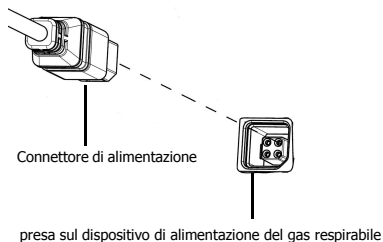

Fig. 2
- (1) Disimballare ed estrarre il prodotto.
- (2) Collegare il connettore del dispositivo di alimentazione del gas di respirazione del LH1 Tube e il dispositivo di alimentazione del gas respirabile.
- (3) Collegare il connettore di alimentazione del LH1 Tube e la presa del dispositivo di fornitura del gas respirabile come mostrato in Fig. 2.